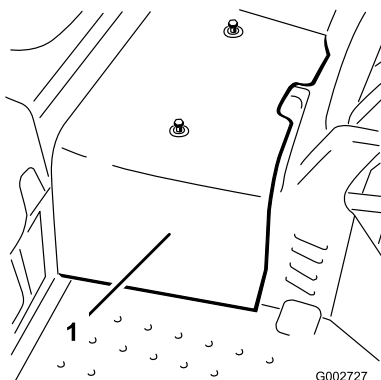

图 42
2. 拧掉将中央护罩固定到机器的 2 个螺丝然后取下护罩 图 42。